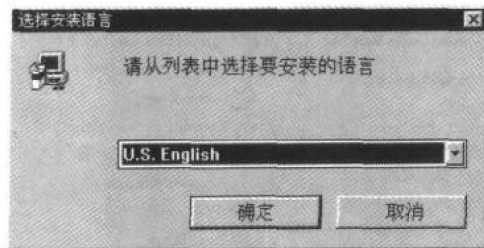

图 1.18
- (1) 将 CATIA V5: Windows NT, 2000 & XP 的光盘放入光驱中, 若计算机有自动安装功能, 将出现图 1.18 所示的对话框, 选择欲安装的语言系统, 在中文版的 Windows 操作系统中建议选择 U.S. English 选项。若自动安装能被关闭, 可运行光盘中的 Setup.exe 文件。